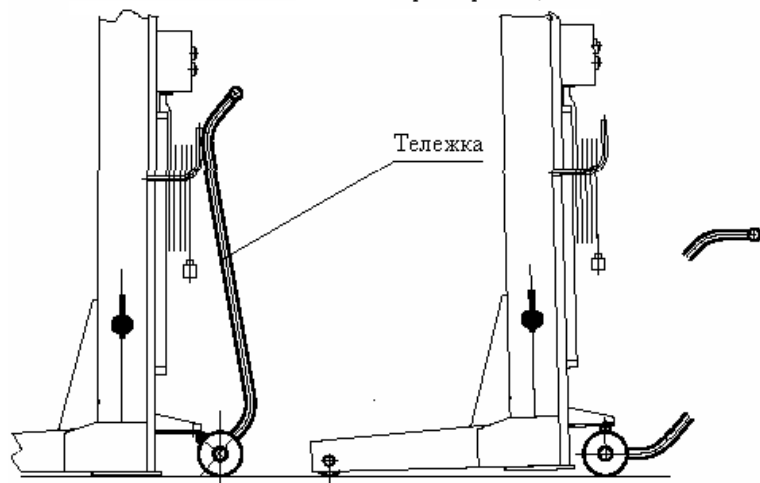

Рис. 5. Перемещение стойки при помощи тележки
7.2.1. При помощи тележки подкатить каждую стойку подъемника подхватами под колеса автомобиля. Для перемещения стойки подкатить тележку к стойке и, зацепив ее, приподнять (см.Рис.5). Убрать тележку.